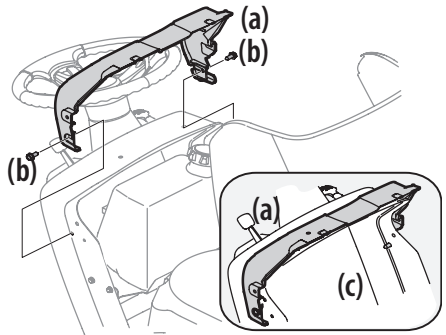

Figure 8
- Si le protecteur (a) de tableau de bord n'a pas été installé en usine, la quincaillerie de montage du protecteur (a) se trouve sur le tableau de bord. Retirez les deux boulons (b) du protecteur du tableau de bord (a). Voir Figure 8.
- Installez le protecteur (a) du tableau de bord et alignez les trous de montage. Voir Figure 8.
- Fixez le protecteur (a) sur le tableau de bord (c) avec les boulons (b) retirés à l'étape 1. Voir Figure 8.